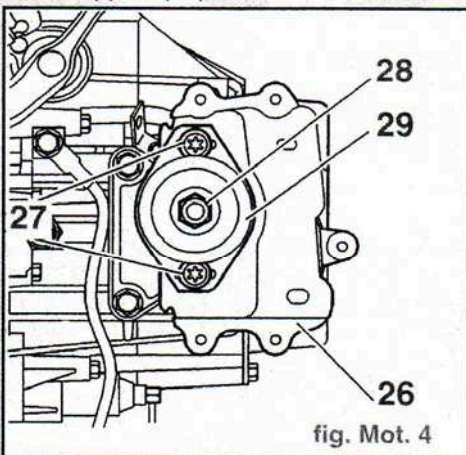

fig. Mot. 4
- Mettre en place l'outil (6) (position 45°) élingue 2517-T bis.
- l'écrou (28) (fig. Mot. 4)
- les vis (27)
- le support (29) boîte de vitesses
- le support (26) sur brancard